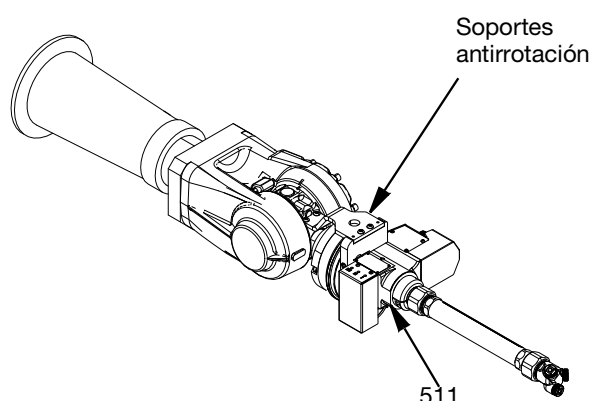

FIG. 3
Una vez montada la pistola 3D Switch SST en el robot, los soportes antirrotación deben colocarse en el alojamiento de la pieza giratoria (511) y en el punto de fijación del robot con ayuda de los tornillos de cabeza hexagonal. El ajuste exacto de los soportes antirrotación dependerá del robot y del kit que se esté utilizando. Consulte la FIG. 3 para ver el ejemplo de instalación y la página 31 para ver la referencia de la del alojamiento de pieza giratoria.